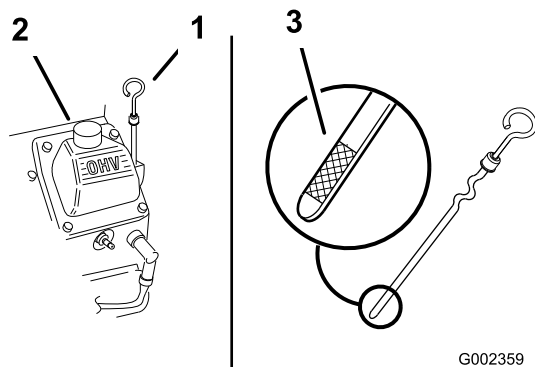

Bild 19
3. Reinigen Sie den Bereich um den Ölpeilstab (Bild 19), damit kein Schmutz in den Einfüllstutzen gelangen und den Motor beschädigen kann.
4. Schrauben Sie den Ölpeilstab heraus und wischen Sie das Metallende ab (Bild 19).
5. Schieben Sie den Ölpeilstab vollständig in den Einfüllstutzen (nicht in den Einfüllstutzen einschrauben) (Bild 19).
6. Gießen Sie ca. 80 % der angegebenen Ölmenge langsam in den Einfüllstutzen (Bild 19).